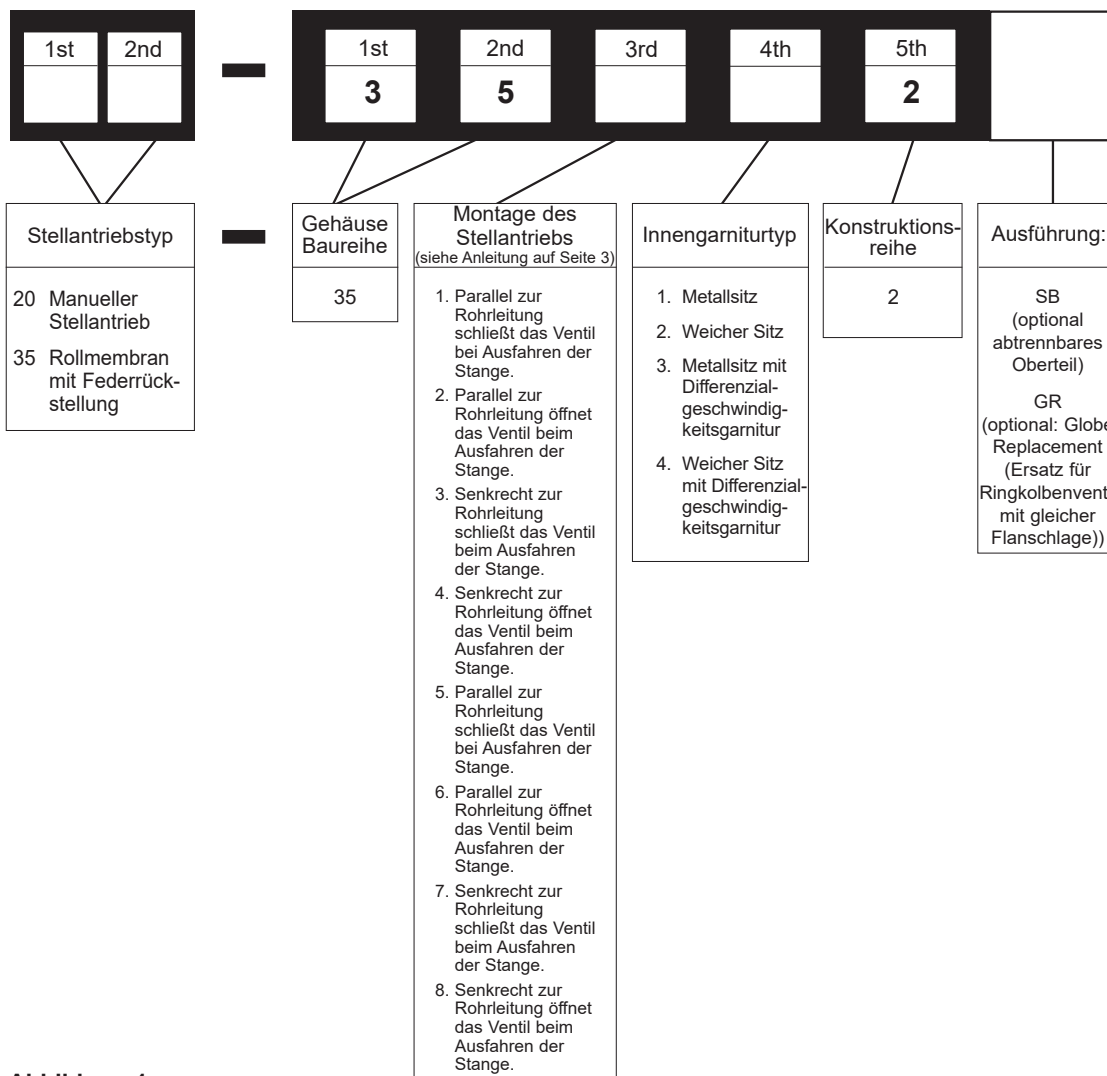

Abbildung 1
Diese Installations- und Wartungsanweisungen gelten für Ventile der Größen 1" bis 12" (Größen DN 25 bis 300) mit allen verfügbaren Nennwerten und für Ventile mit pneumatischen Stellantrieben. Die Modellnummer, Größe und Nennwerte des Ventils sind auf dem Typenschild angegeben. Siehe Abbildung 1 für die Feststellung des Ventilmodells.
- Die Modellnummer am Typenschild (56) mit der Nummerierung in Abbildung 1 vergleichen und den Ventilmodus feststellen.